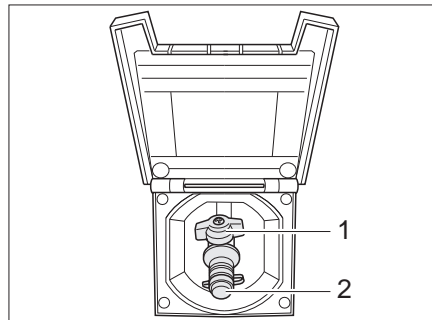

Bild 82 Externer Gasanschluss, Gasabsperrentil geschlossen
Der externe Gasanschluss (Bild 82) befindet sich je nach Modell am Heck oder auf der linken bzw. rechten Fahrzeugseite.
- Externes Gasgerät an der Anschluss-Stelle (Bild 82,2) anschließen.
- Das Gasabsperrentil (Bild 82,1) öffnen.